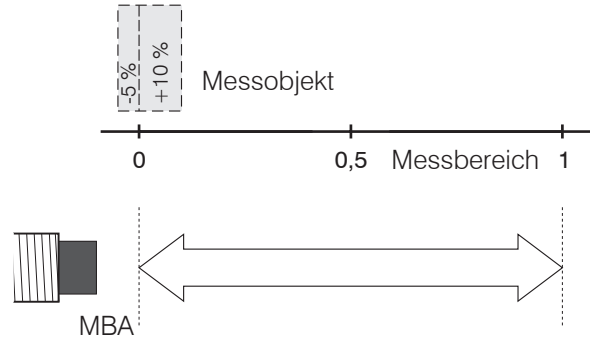

Abb. 32 Lagetoleranz des Messobjekts bei Messbereichsanfang
- ➔ Drücken Sie die Taste ↵, um den Wert für den Messbereichsanfang (MesbAnfang) bedingt durch die Lagetoleranz, siehe Abb. 32, zu editieren.